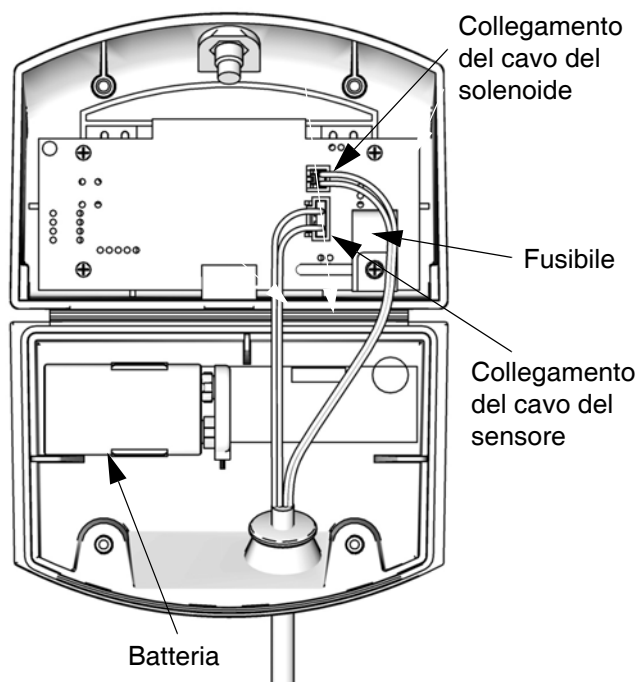

FIG. 34. Posizione del fusibile e della batteria DataTrak
5. Scollegare la batteria usata e sostituirla con una batteria approvata. Vedere FIG. 34.